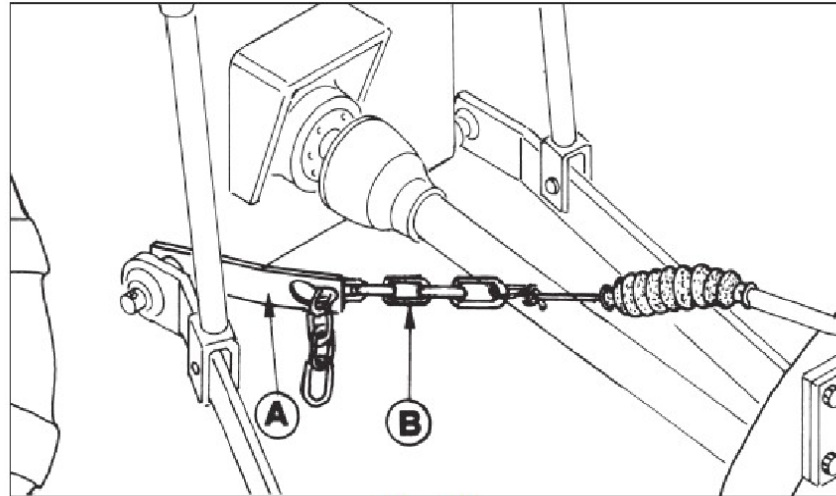
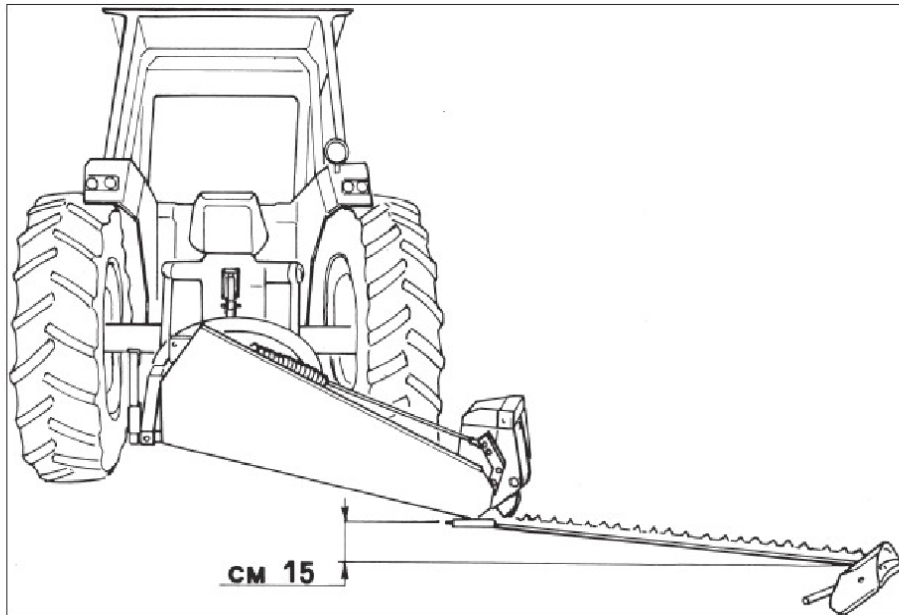

FIG. 4.7
FIG. 4.8
Inserire la piastra forata (A) (Fig. 4.7) nel perno sinistro del braccio del trattore. Se ciò non fosse possibile utilizzare il cavallotto in dotazione fissandolo al foro più in basso della struttura del trattore.
Tendere il cavo e fissare la catena (B) (Fig. 4.7) agendo sul sollevamento idraulico del trattore. Controllare che l'estremità destra della barra inizi a sollevarsi quando il supporto di comando si trovi a circa 15 cm. da terra (Fig. 4.8).
L'eventuale regolazione si effettua spostando gli anelli della catena (B) nel foro sulla piastra (A) (Fig. 4.7).
Connect plate with hole "A", (Fig. 4.7) to left pin of lower tractor arm. If this is not possible use "U" bolt (supplied by us) and fasten to lowest part of tractor structure with hole. Stretch cable and fasten chain "B", (Fig. 4.7) using hydraulic lift of tractor control so that right extremity of sickle bar begins to raise when skid is about 15 Cm. (6") from ground (Fig. 4.8). If further adjustments are necessary move chain rings "B", in plate with hole "A", (Fig. 4.7). After correct position is obtained mark chain ring so that you always have the same height.
Introducir la plancha perforada (A) (Fig. 4.7) en el perno izquierdo del brazo del tractor. Si no fuera posible, usar el perno de U en dotación, fijándolo a la parte más baja de la estructura perforada del tractor.
Tensar el cable y ajustar la cadena (B) (Fig. 4.7) usando el elevador hidráulico del tractor, verificar que el extremo derecho de la barra comience a elevarse cuando el soporte de mando se encuentre a unos 15 cm. del suelo (Fig. 4.8).
En caso necesario, la regulación se efectúa desplazando los eslabones de la cadena (B) en la perforación de la plancha (A) (Fig. 4.7). Una vez efectuada la regulación, marcar el eslabón de la cadena para poder tener siempre la misma elevación.
Insérer la plaque perforée (A) (Fig. 4.7) dans le pivot gauche du bras du tracteur. Si ce n'était possible, utiliser l'anneau de fixation fourni en le fixant à la partie la plus basse de la structure perforée du tracteur.
Tendre le câble et fixer la chaîne (B) (Fig. 4.7) en agissant sur le levage hydraulique du tracteur. Contrôler que l'extrémité droite de la barre commence à se lever quand le support de commande se trouve à 15 cm. du sol (Fig. 4.8).
Le réglage éventuel s'effectue en déplaçant les anneaux de la chaîne (B) dans l'orifice sur la plaque (A) (Fig. 4.7).